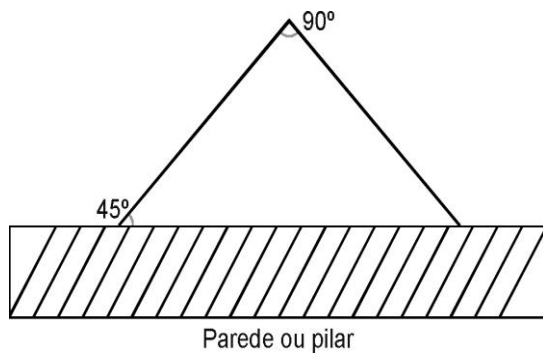

Figura 1 - Instalação de placa angular
6.5.4.2 As placas utilizadas na sinalização podem ser do tipo plana ou angular; quando angular, devem seguir as especificações conforme demonstrado na Figura 1, abaixo: